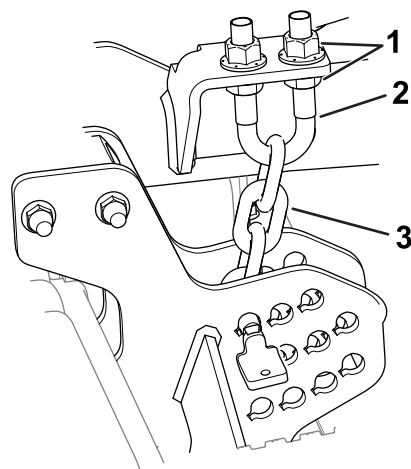

Рисунок 11
6. Ослабьте верхние или нижние контргайки на U-образном болте цепи регулировки высоты скашивания (Рисунок 11).